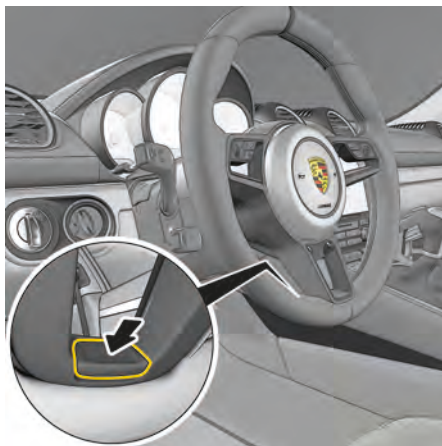

図 89：ステアリングホイールヒーターボタン
- ▶ マルチファンクションディスプレイにステアリングホイールヒーターオンまたはステアリングホイールヒーターオフのメッセージが短時間表示されるまで、センターステアリングホイールスポークのボタン(図 89)を押し続けます。